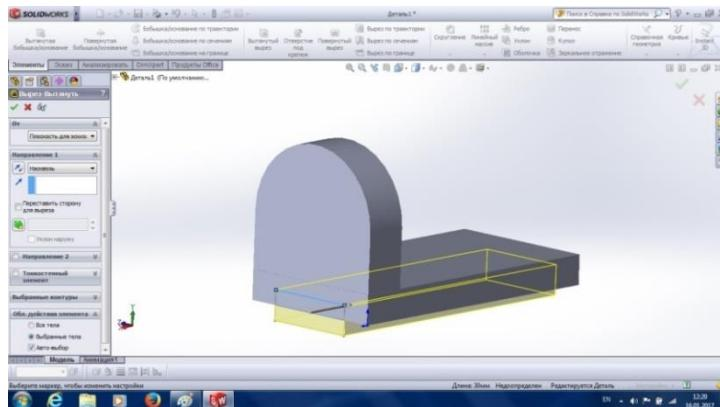
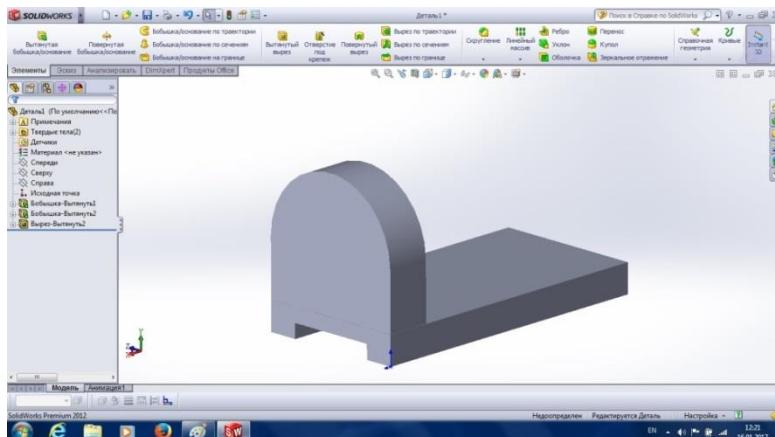

Рис. 3.10
Рис. 3.11
13. Командою **Витягнути виріз** у **Менеджері властивостей** задаємо **Наскрізь** (рис. 3.10). Після команди **Ок**, отримаємо деталь (рис. 3.11).